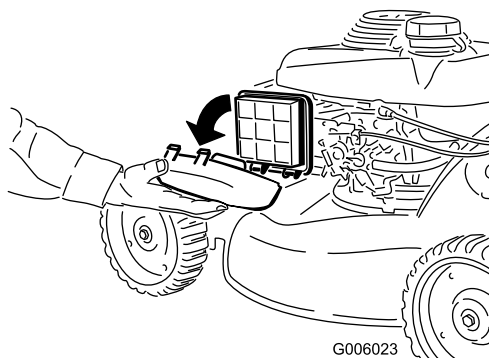

Bild 38
2. Öffnen Sie die Abdeckung (Bild 38).